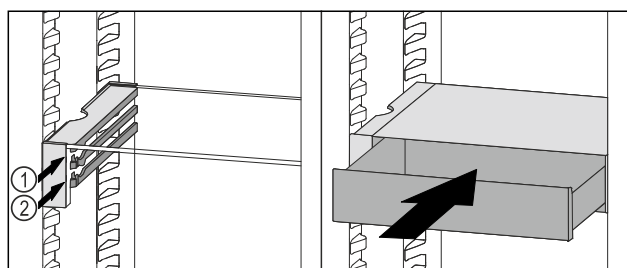

Fig. 103
- ▶ Założyć szufladę VarioSafe za stoperami na wybranych żebrach *Fig. 103 (1)* lub *Fig. 103 (2)*.